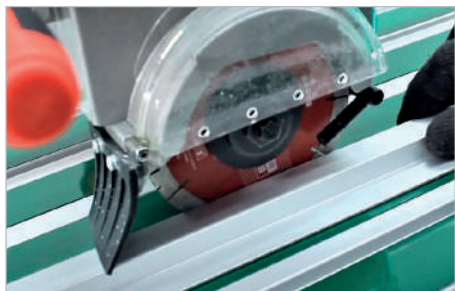
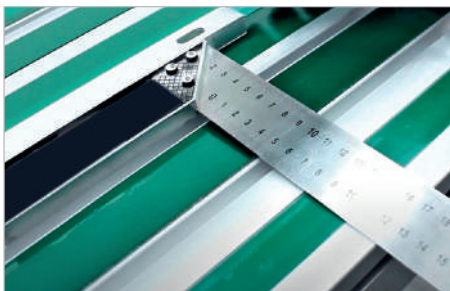

рис.9
рис.10
8.1 Приложите упорную планку к диску так, чтобы диск находился по центру планки. (рис.9) Возьмите угольник измерьте расстояние от края стола справа и слева от диска. (рис.10) Числовые значения при правильно выставленном положении диска должны совпадать. Если значения не совпали — необходимо произвести регулировку.